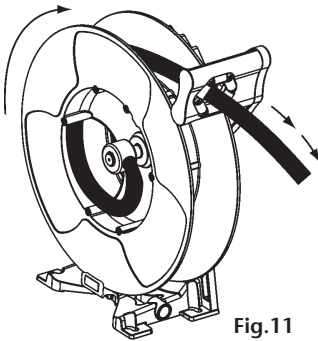

Fig.11
1. Pull the hose out 10 feet (3 metres) and let the hose reel latch (fig. 11).
1. Extraiga unos 10 pies (3 metros) de manguera y trinque la manguera (fig. 11).
1. Tirer le flexible de 3 mètres et bloquer le tambour au moyen du cliquet (fig. 11).